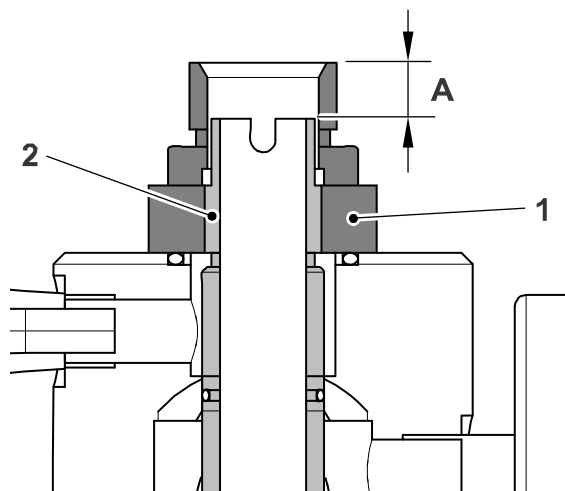

Fig.20
Antes de montar el tubo flexible verificar que la distancia (A) entre la superficie superior del tubo de alimentación (Ref. 2 Fig. 20) y la superficie superior de la tuerca de cierre de la turbina (Ref. 1 Fig. 20) sea de 21 mm.